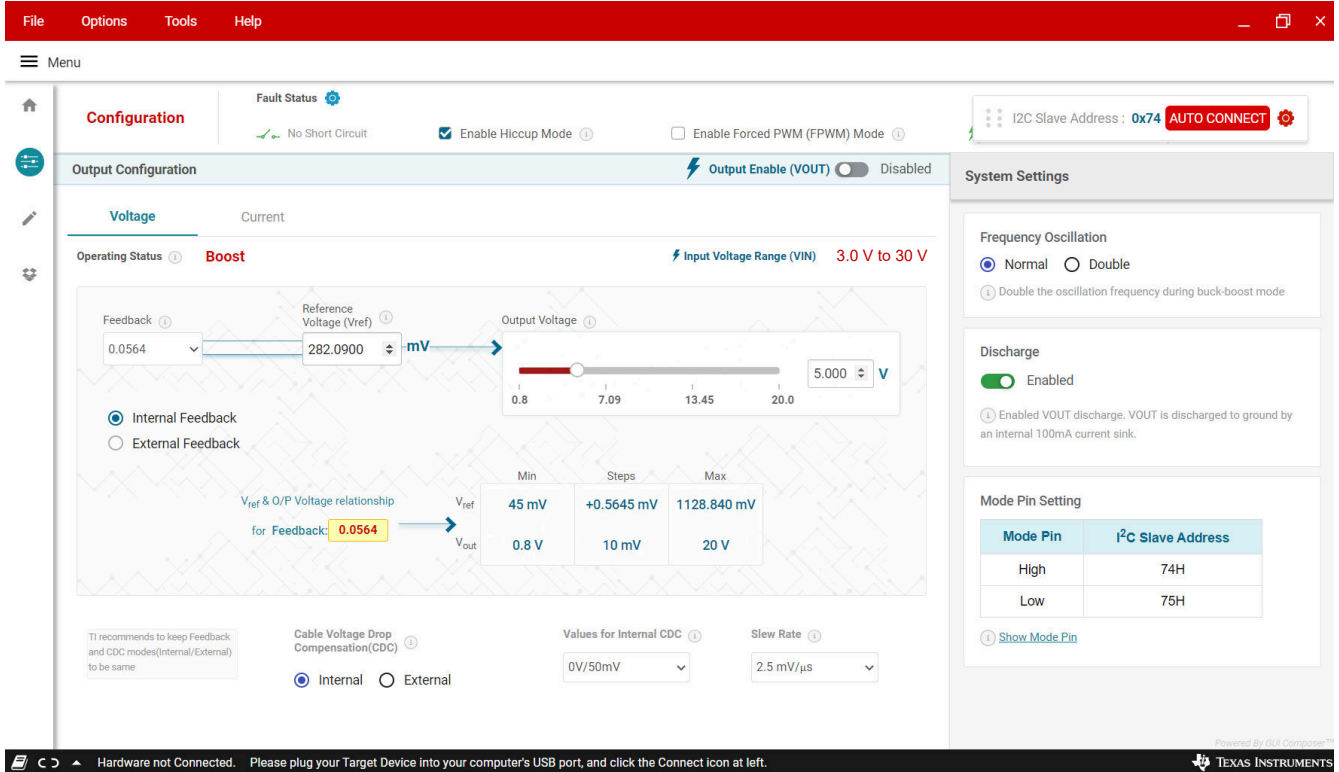

图 4-4. TPS55289EVM-093 的 GUI 用户界面
4. 点击“Start”（开始）按钮，将显示 TPS55289EVM-093 的 GUI 用户界面（图 4-4）。